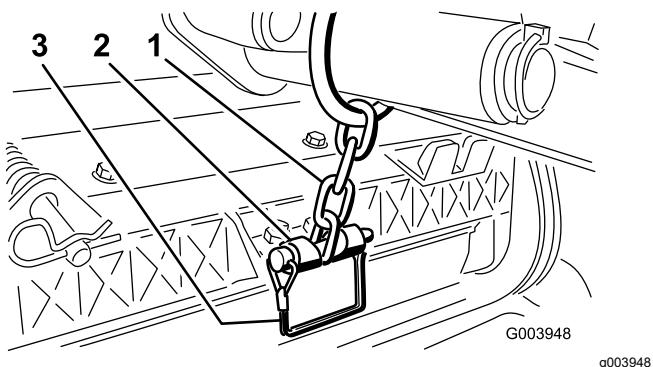

Figura 10
- Sujete la cadena del brazo de elevación al soporte de la cadena con el pasador de seguridad (Figura 10).